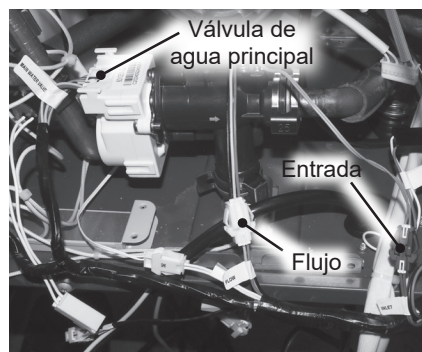

Figura 174 - Ubicación de los mazos de cables
14 Ubique la válvula de control de flujo detrás del soporte del módulo de interfaz de usuario (UIM) en el calentador de agua, como se muestra en la Figura 174. Desconecte los tres (3) mazos de cables que van hacia la válvula, marcados como:
22 Vuelva a conectar los tres (3) mazos de cables a la válvula de control de flujo que se desconectaron anteriormente en el **Paso 14**. Confirme que las conexiones del cableado estén firmes. Consulte la Figura 174.